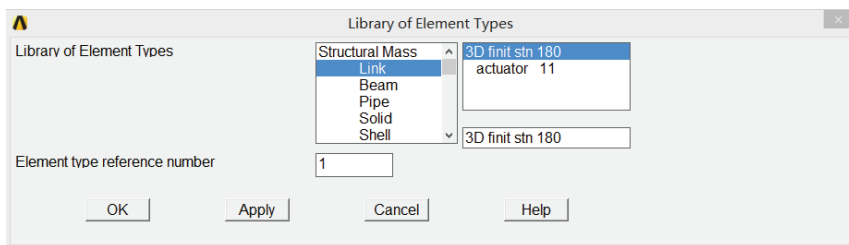

图 4-53 单元类型列表对话框
1) 选择 Main Menu | Preprocessor | Element Type | Add/Edit/Delete 命令,出现 Element Types 对话框,单击 Add 按钮,出现 Library of Element Types 对话框。在 Library of Element Types 列表框中选择 Structural Link, 3D finit stn 180, 在 Element type reference number 输入栏中输入 1,如图 4-53 所示。单击 OK 按钮关闭该对话框。单击 Element Types 对话框上的 Close 按钮,关闭该对话框。